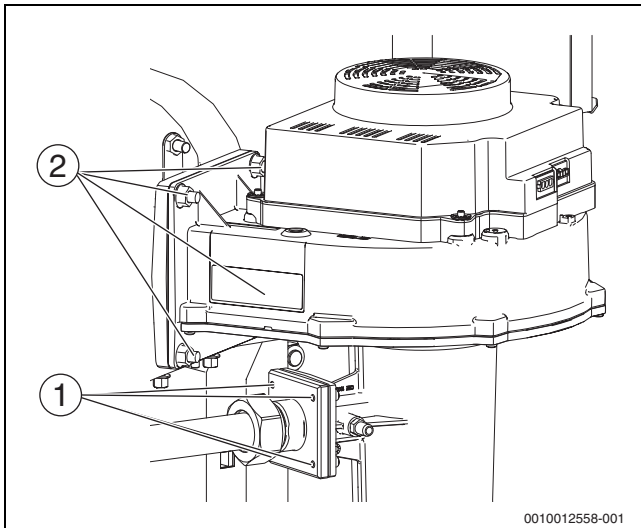

Рис. 67 Демонтаж вентилятора (котлы 200-300 кВт)
- ▶ Отсоедините фланец, открутив 4 гайки на трубе Вентури (→ рис. 67, [1]).
- ▶ Снимите 4 шестигранные гайки со смешительного патрубка (→ рис. 67).
- ▶ Отсоедините вентилятор, открутив 4 гайки на смешительном патрубке (→ рис. 67, [2]).